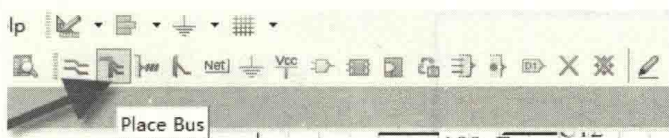

图 4-45 放置总线
(1) 执行菜单命令“Place-Bus”（快捷键“PB”），或者直接单击如图 4-45 所示的图标命令，进入放置状态。